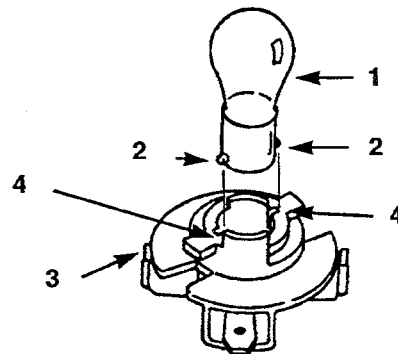

Figure 28
4. Appuyer sur l'ampoule et la tourner dans le sens anti-horaire jusqu'à ce qu'elle s'arrête (approx. $1/4$ de tour) et la déposer du porte-ampoule (Fig. 28).
1. La base de l'ampoule est munie d'ergots métalliques. Aligner les ergots avec les encoches du porte-ampoule et installer la base dans le porte-ampoule (Fig. 28). Pousser sur l'ampoule et la tourner dans le sens horaire jusqu'à ce qu'elle s'arrête.